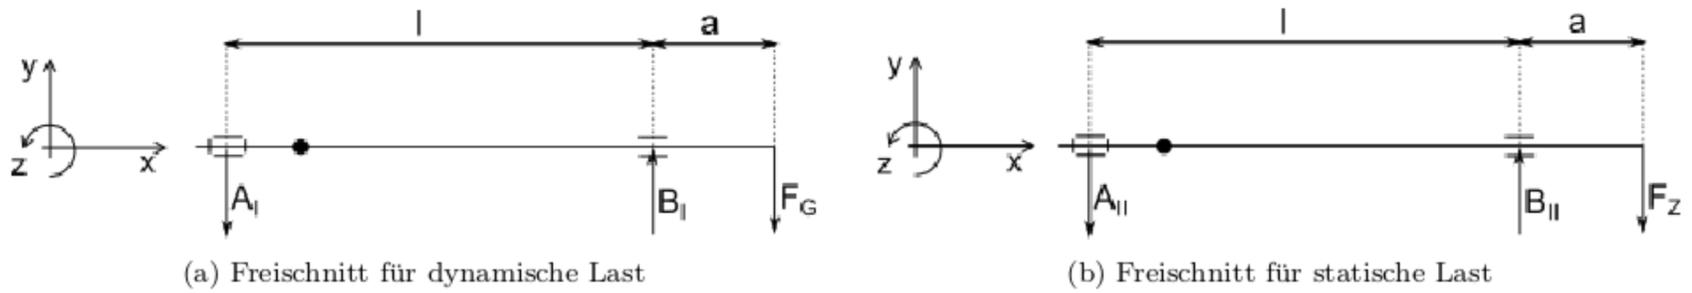

Abbildung 4.2: Freischnitte der Trommelwelle nach Superpositionsprinzip
b) Biegemomente und Querkräfte (4 Punkte) Zur Berechnung der Schnittlasten sind Ihnen in Abb. 4.2 zwei Freischnitte der Trommelwelle gegeben (unterteilt in statische und dynamische Belastungen). Die Lagerlasten sind Ihnen unterhalb der Freischnitte ebenfalls gegeben.